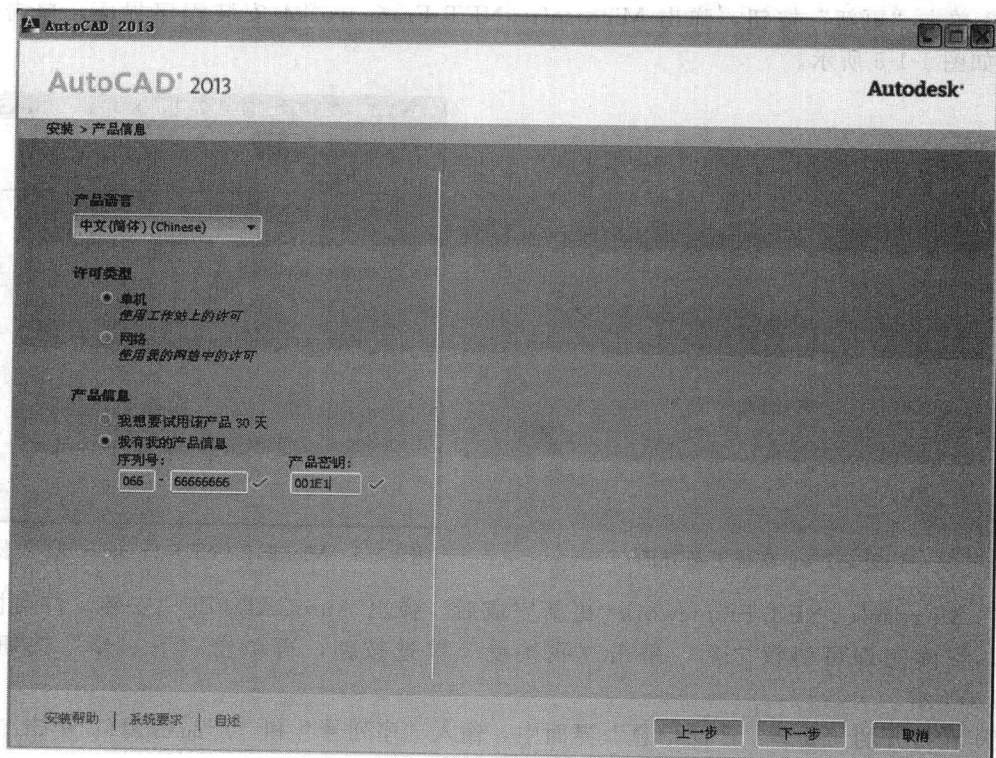

图 1-1-7 “产品信息”界面
⑦ 在打开的“安装”产品信息”界面中，输入“序列号”和“产品密钥”，单击“下一步”按钮，如图 1-1-7 所示。